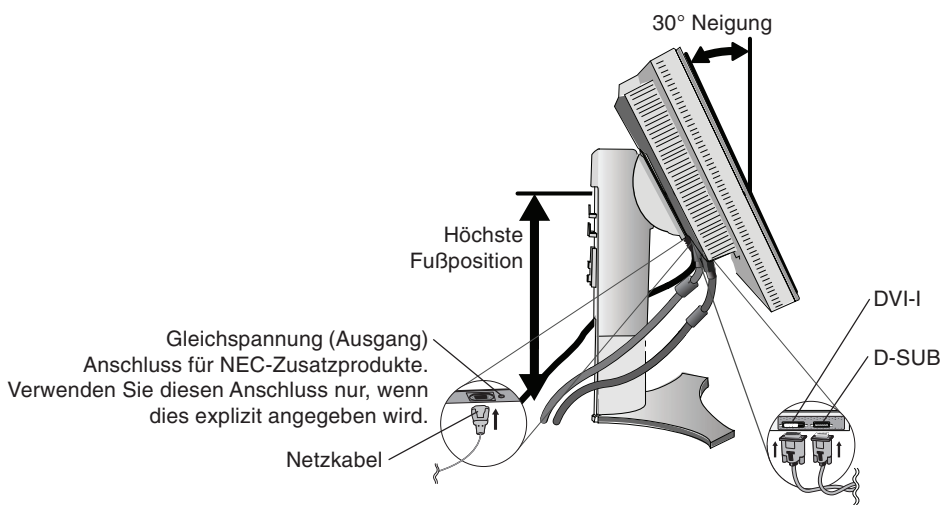

Abbildung C.1
3. Fassen Sie mit einer Hand die Oberseite und mit der anderen die Unterseite des LCD-Bildschirms, neigen Sie ihn dann in einem Winkel von 30 Grad, und heben Sie ihn in die höchste Position (**Abbildung C.1**).
4. Verbinden Sie alle Kabel mit den entsprechenden Anschlüssen (**Abbildung C.1**).